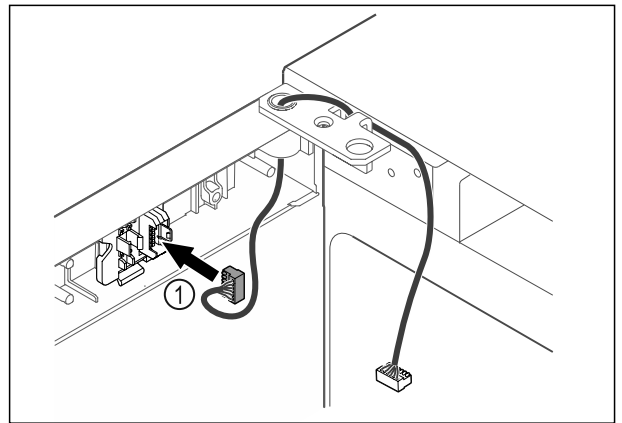

Fig. 46
- ▶ Вставьте штекер Fig. 46 (1) в держатель.